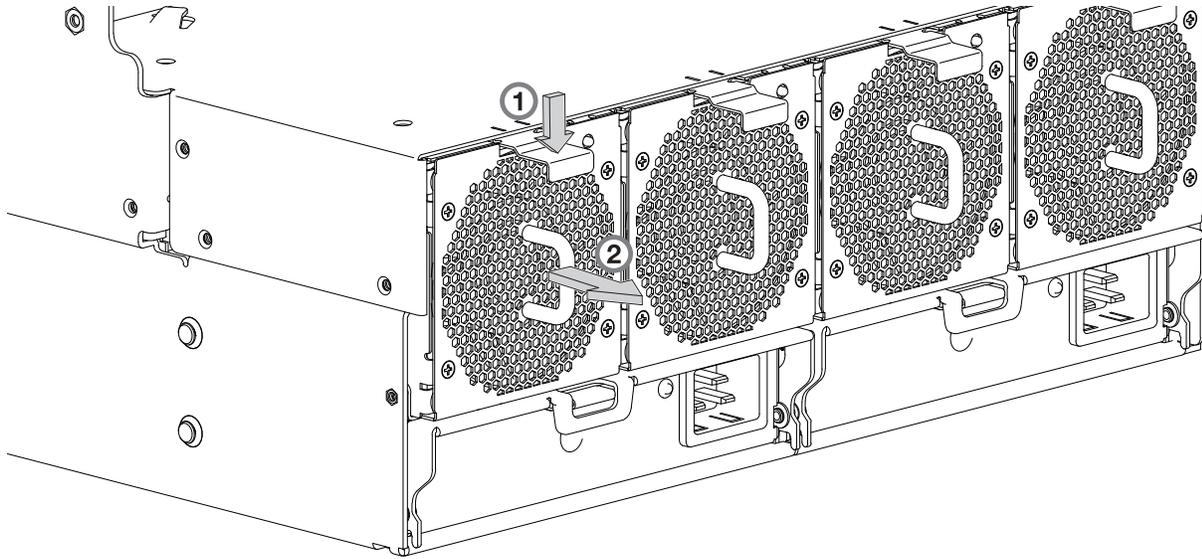
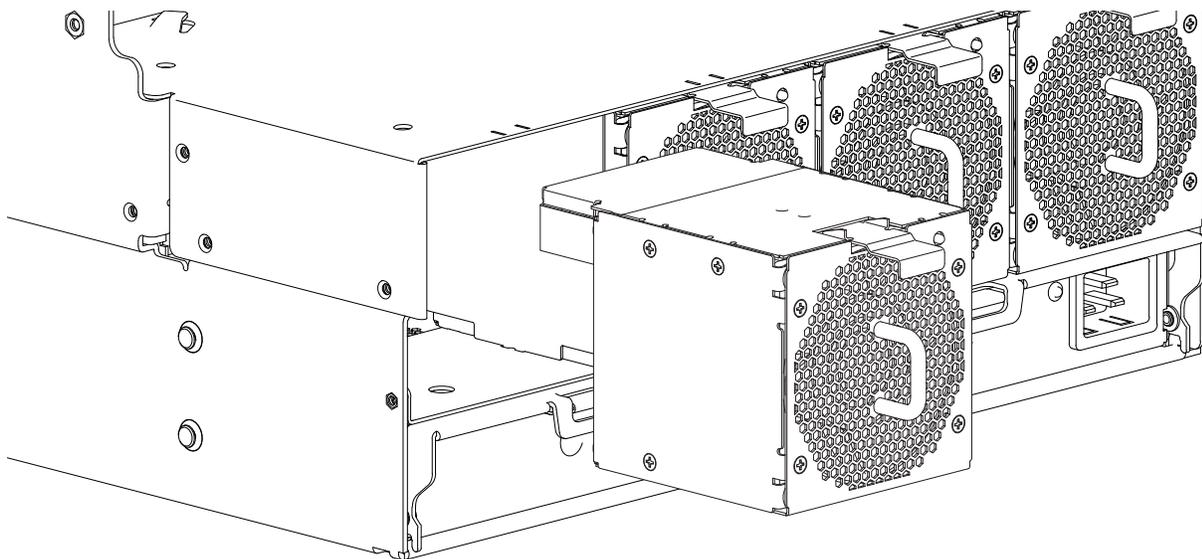

Abbildung 64. Ausbauen eines Systemlüfters (1 von 2)
Abbildung 65. Ausbauen eines Systemlüfters (2 von 2)
1. Drücken Sie die Verriegelungszunge nach unten, um den Lüfter aus seiner verriegelten Position zu lösen. Siehe Detaildarstellung Nr. 1 in Abb. 64 auf Seite 79.
2. Halten Sie den Griff des Lüftermoduls und ziehen Sie den Lüfter vorsichtig aus seinem Steckplatz. Siehe Detaildarstellung Nr. 2 in Abb. 65.
Halten Sie sich bei der Ausführung dieser Prozedur an Abb. 64 und Abb. 65, ignorieren Sie jedoch den Richtungspfeil, da Sie das Modul in den Steckplatz einsetzen, statt es auszubauen.
2. Richten Sie das Systemlüftermodul so aus, dass es in seinen Steckplatz eingesetzt werden kann (siehe Abb. 65).